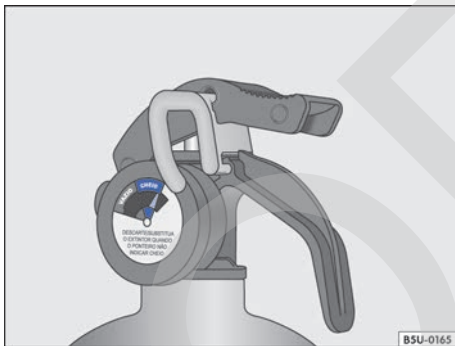

Fig. 128 En el extintor de incendio: indicador de carga (manómetro).
- Carga - el puntero debe estar en la franja verde del manómetro (cargada) → fig. 128.